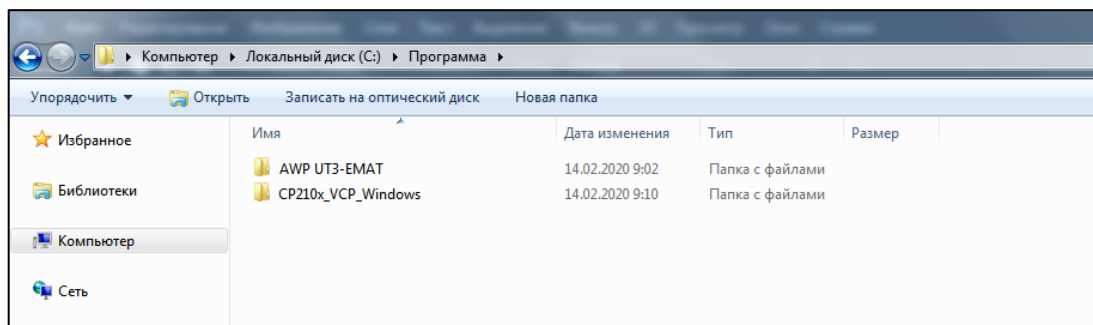

Рисунок 2.19 – Загруженное ПО
2. После загрузки необходимо разархивировать данные, после чего будет получено две папки: с драйвером и программой (рис. 2.19).